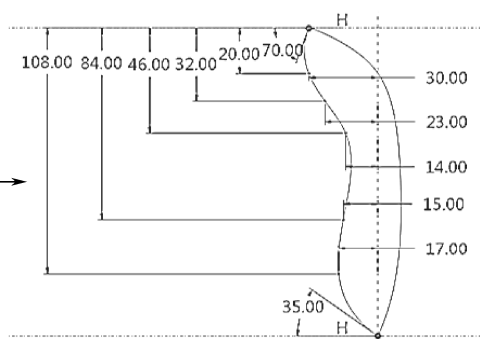

图 7-131 尾部轮廓线“草绘 3”
(3) 单击  按钮, 选择 RIGHT 基准面, 在绘制时捕捉相交 1 曲线的上、下端点作为本曲线的参照。单击  进行尾部轮廓线“草绘 3”的绘制, 如图 7-131 所示。